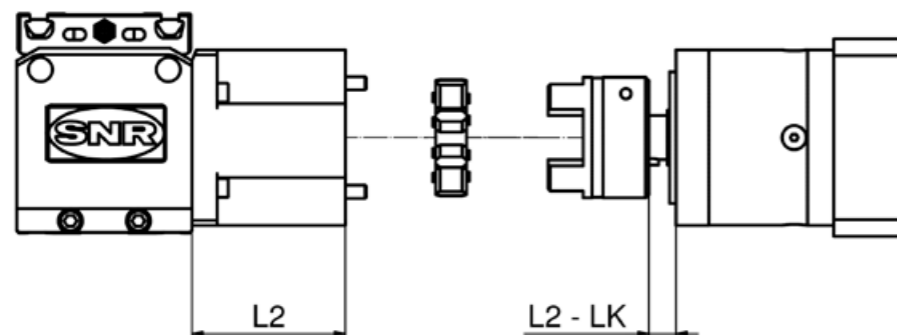

Figure 3.8 Dimension de montage
1. Insérez l'arbre du réducteur ② dans le moyeu d'accouplement ① et serrez les moyeux d'accouplement au moyen de la vis de tension ③.
2. Placez la boîte de réducteurs planétaires ④ sur le cône d'accouplement ⑤ et fixez-la au moyen des vis de fixation ⑥.
3. Insérez cet assemblage dans le demi-accouplement avec la couronne dentée en élastomère vissée sur la tête d'entraînement ⑦, et fixez-le au moyen des vis ⑧. Examinez les dimensions LK et L2 (figure 3.8) figurant dans le tableau 6.20, chapitre 6.2.3.2.